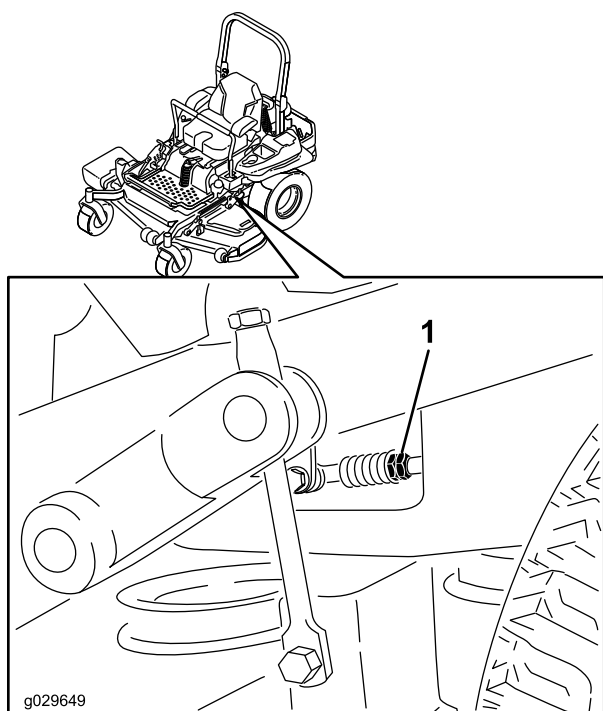

Figure 89
8. Réglez la longueur des tiges de pompes en tournant les doubles écrous dans le sens voulu jusqu'à ce que les roues tournent légèrement en marche arrière (Figure 89).